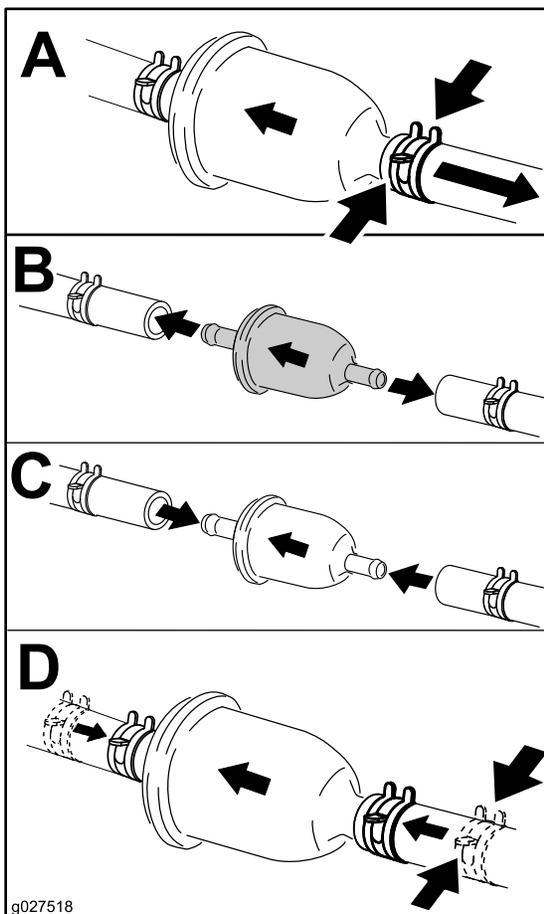

Figura 60
4. Substitua o filtro de combustível conforme se mostra na Figura 60.